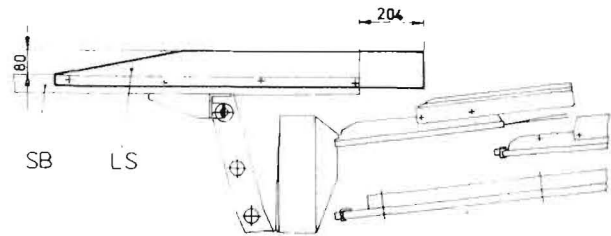

Bild 5/1
Auf der hinteren Hälfte des Stufenbodens (SB) sind nach den im Bild 5/1 enthaltenen Maßen 5 Leitstege (LS) mit